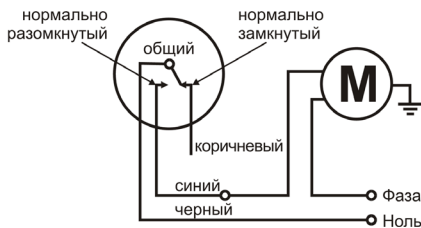
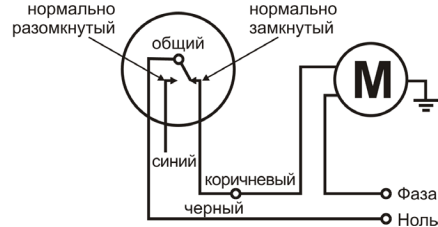

Рис. 2 – Схема подключения на режим наполнения
Рис. 4 – Схема подключения на режим осушения
- 1.3. Подключите кабель поплавкового выключателя к электронасосу согласно нужной схеме подключения (рис. 2 или рис. 4)
- 2.1. Подключите синий провод поплавкового выключателя к электронасосу, а черный – к нулю, как показано на рис. 2.
3.1. Подключите коричневый провод поплавкового выключателя к электронасосу, а черный – к нулю, как показано на рис. 4.